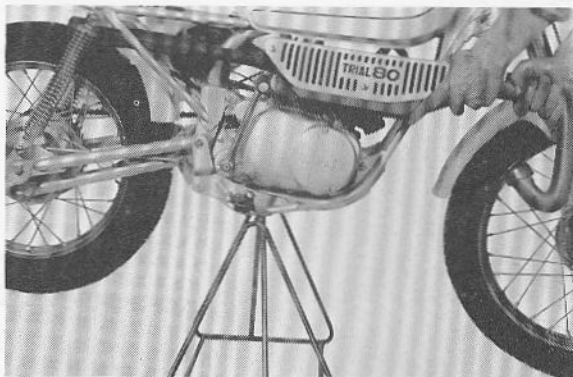

Fig. 3-1-7
4. Remove exhaust pipe assembly. (Fig. 3-1-7)
4. Démontez le tuyau d'échappement. (Fig. 3-1-7)